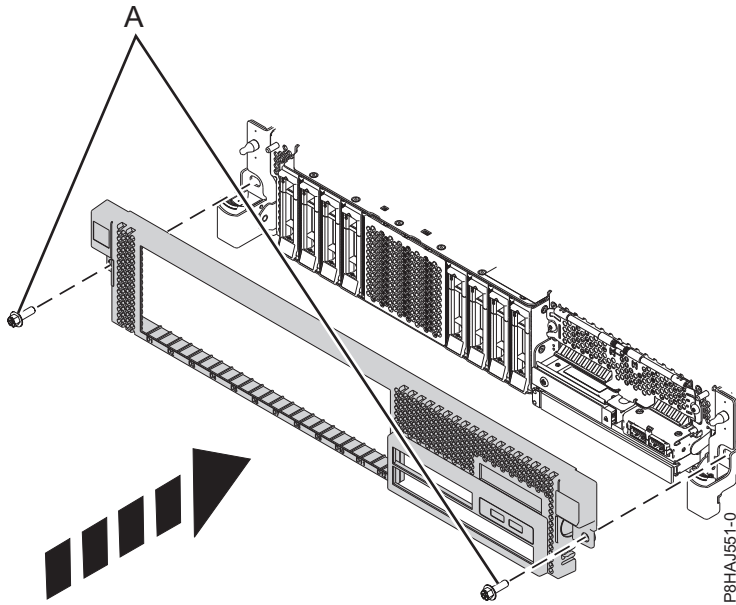

Figure 102. Installation du capot avant
3. Appuyez sur les loquets dans le sens indiqué dans la figure 102, à la page 130. Le capot avant se met en place ; il est doté d'un renforcement permettant de le tenir plus facilement.
4. Remettez en place les vis de transport (A).